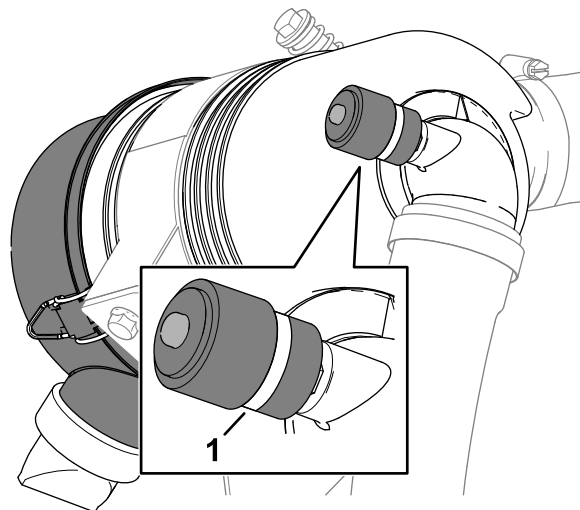

Figure 77
3. Vérifiez l'indicateur de colmatage au bout du boîtier de filtre à air (Figure 77).